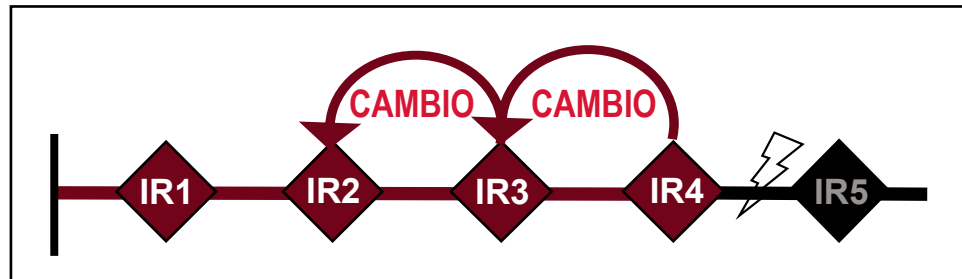

Figura 24. Falla permanente de la CEC; IR3 e IR4 detectan la falla y envían un mensaje de cambio de curva.
- Los interruptores de fallas IntelliRupter IR3 e IR4 detectan la falla y envían los mensajes de cambio de curva a sus vecinos del lado de la fuente. Ver Figura 24 en la página 44.